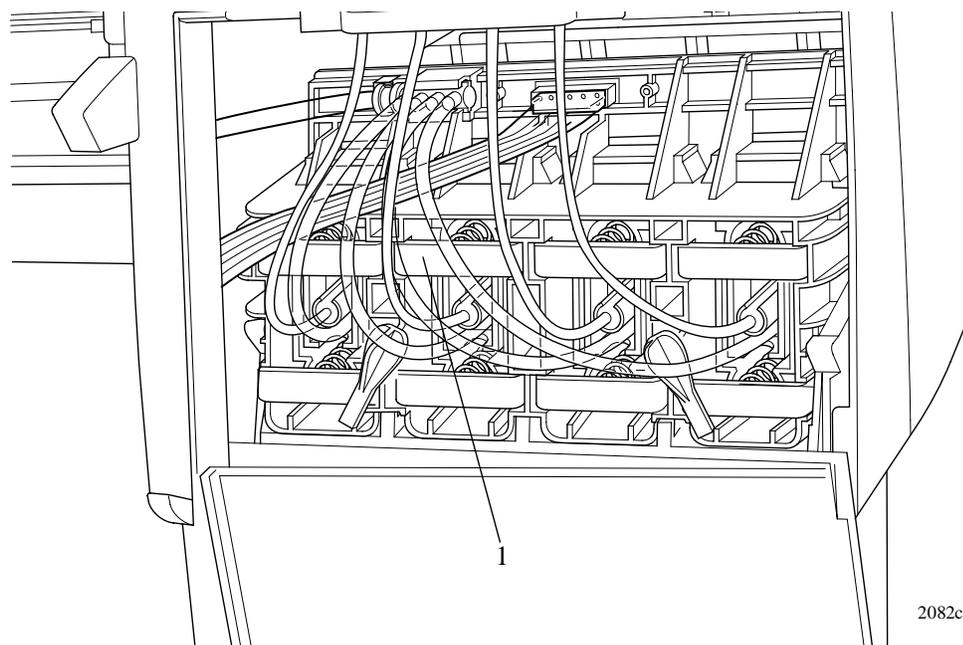

Figura 59: “Ink Cartridge Tube Connector” (Jalado hacia atrás)
10. Deslice hacia Usted el “ink cartridge tube connector assembly” (ítem 1). (Consulte la Figura 59).